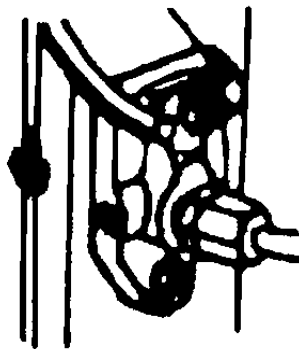

Рис. 8. Вентиль топливного насоса
- В случае длительного перерыва в работе выпустите воздух из топливной системы. Для этого отверните вентиль на крышке фильтра топлива или вентиль топливоподкачивающего насоса (См. Рис. 8 - 9).